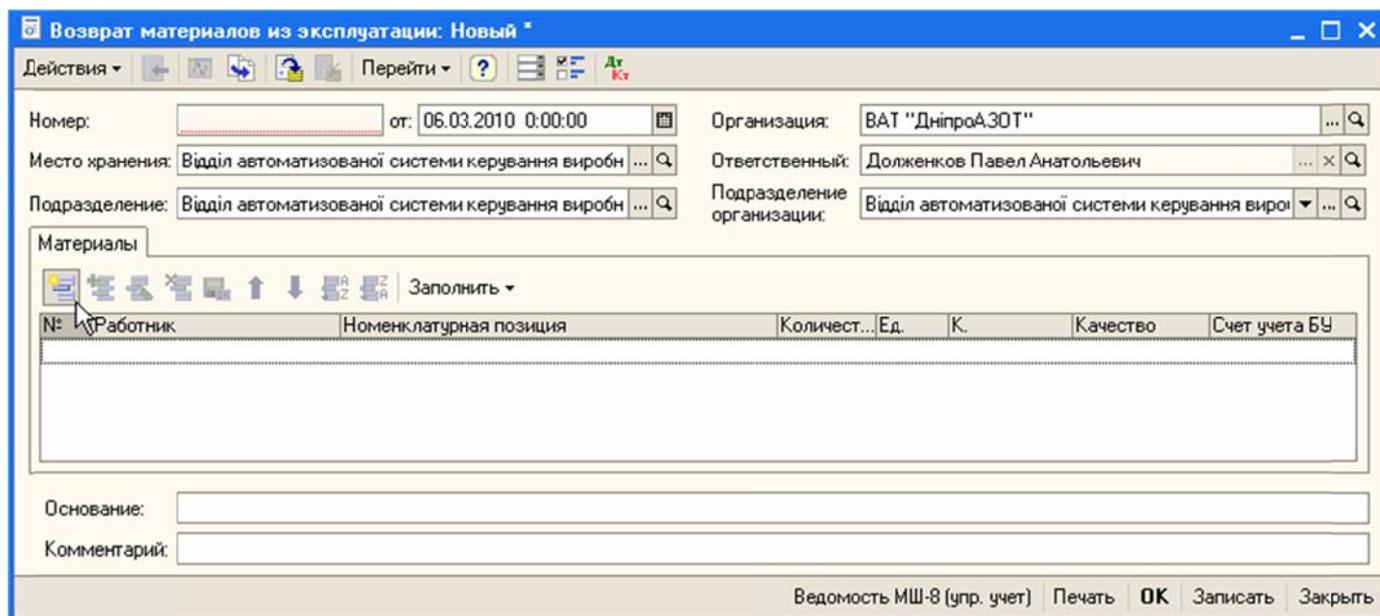

Рисунок 87 – Новый документ «Списание СИЗ из эксплуатации»
2. Создать новый документ «Списание СИЗ из эксплуатации» (Рисунок 87).